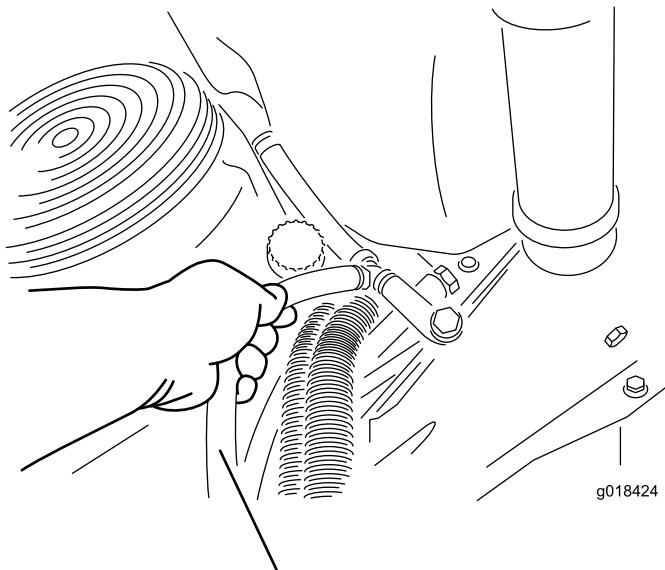

Figure 8
6. Débranchez le flexible de la machine (Figure 8).